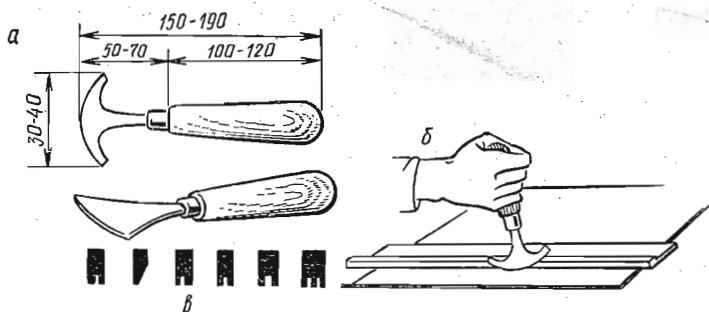

Рис. 15. Штриховки:
*Штриховки и филеты* (рис. 15, а) — наиболее употребимые отделочные инструменты для ручного тиснения переплетных крышек. С их помощью наносятся бесцветные линейные узоры на покровных материалах.
Штриховки изготавливают из стали. Печатающая поверхность имеет дугообразную форму. При работе штриховку прижимают к ткани и, слегка раскачивая рукоятку, двигают в нужном направлении (рис. 15, б). На рис. 15, в показаны некоторые профили штриховок.